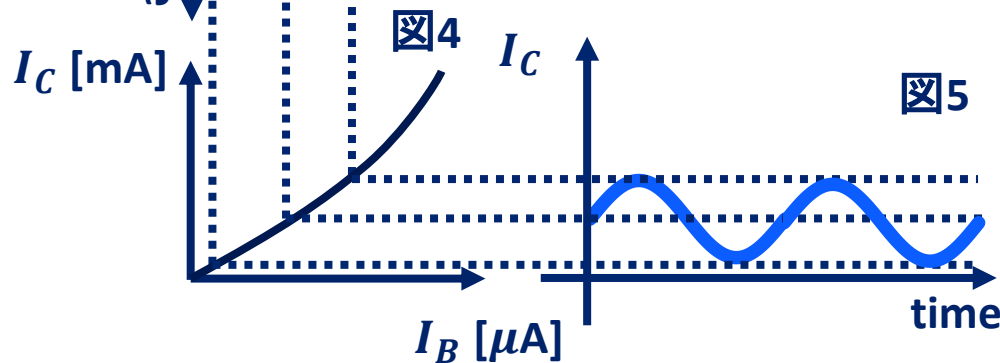

図4
3. I_B - I_C 特性に従ってコレクタ電流が流れる (図4)